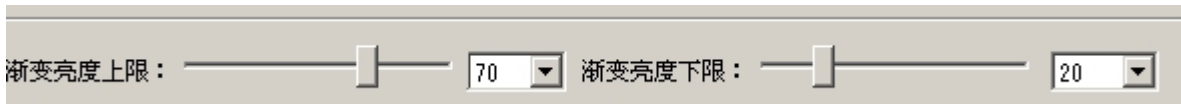

图 15
- 4) **渐变亮度上限、下限**：此选项用于设置渐变亮度的最大值、最小值，范围为 0~100，当渐变亮度上限与下限一样时不会产生渐变。选项如图 15 所示。